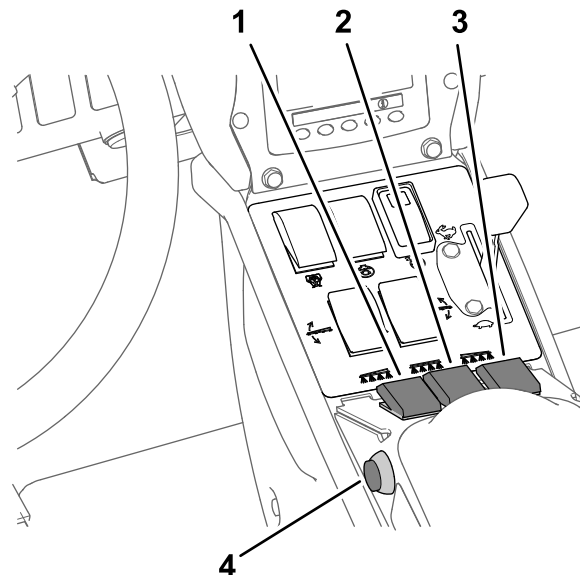

Figura 36
7. Coloque os interruptores de secção do pulverizador na posição LIGAR (Figura 36).
10. Conduza à velocidade pretendida e, em seguida, coloque o interruptor da secção principal na posição LIGAR para iniciar a pulverização (Figura 36).
3. Defina o interruptor da secção principal para a posição DESLIGAR; consulte Figura 36 em Pulverização no Modo de taxa de aplicação \(página 35\).
7. Coloque os interruptores de secção individual, conforme necessário, na posição LIGAR; consulte Figura 36 em Pulverização no Modo de taxa de aplicação \(página 35\).
9. Conduza à velocidade pretendida e, em seguida, coloque o interruptor da secção principal na posição LIGAR para iniciar a pulverização; consulte Figura 36 em Pulverização no Modo de taxa de aplicação \(página 35\).